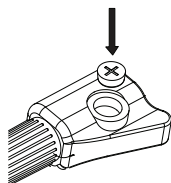

fig.2
---Inserire la batteria CR2032 nell'alloggiamento della batteria; il lato positivo della batteria (+) deve essere rivolto verso l'esterno (fig. 2).